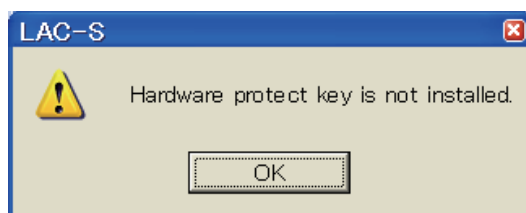

図4-6-11
- 9 LAC-DP-Sは、dongleをコンピュータのUSBポートに差し込んだ状態でのみご使用いただけます。従って、dongleをUSBポートに差し込んでいない状態で、LAC-DP-Sを起動すると、以下のようなメッセージが表示されます(図4-6-11)。